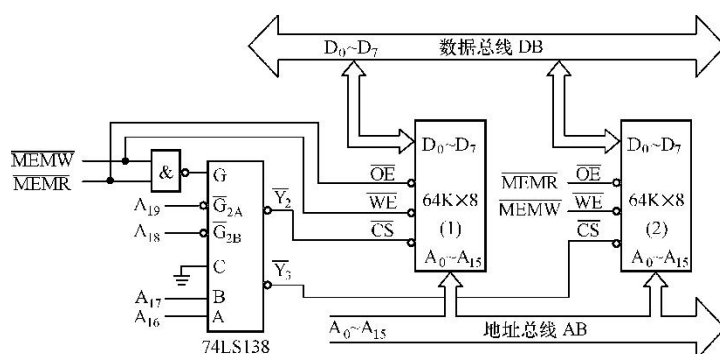

图 T.1 某 8088 存储器系统
2.（5 分）已知某 8088 单板机系统的 SRAM 如图 T.1 所示。试画出存储器芯片的地址位分配表，分析芯片（1）、芯片（2）和整个存储器的地址范围分别为多少？